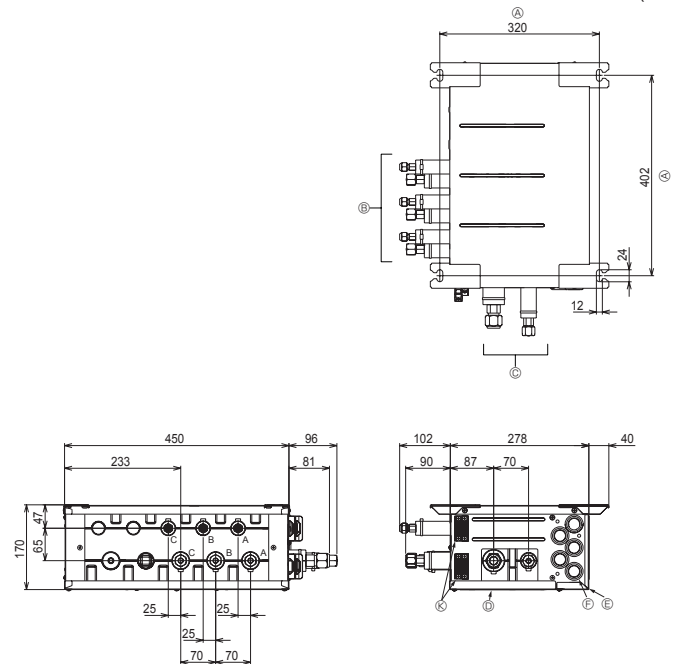

Fig. 4-3
### ■ PAC-MK31BC (Fig.4-3)
- (1) Monter ophængningsboltene (anskaffes lokalt) med den angivne afstand. (Fig. 4-3, 4-4)